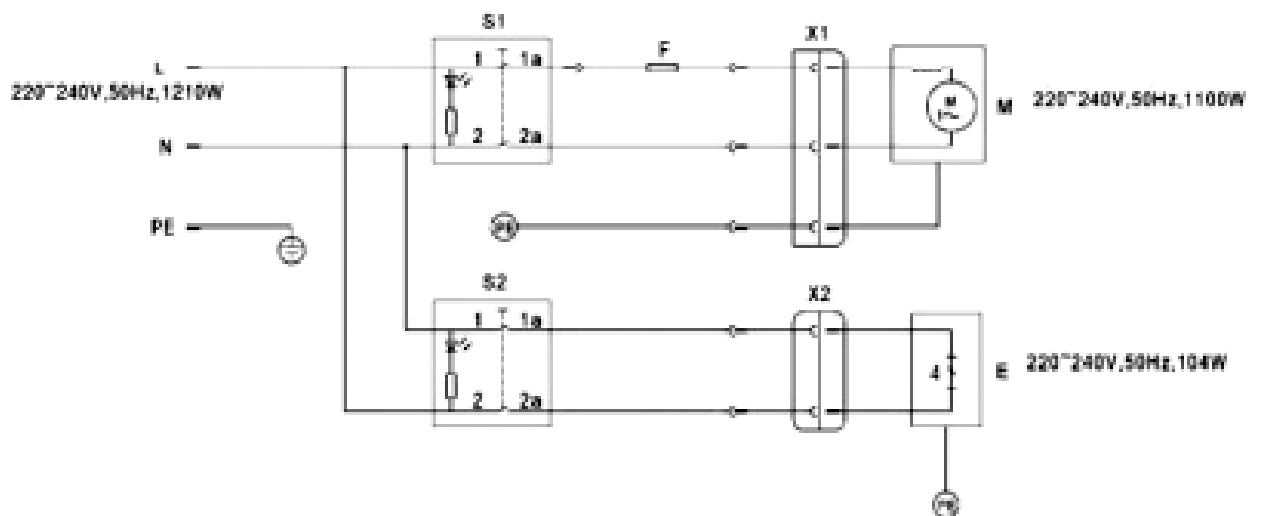

Рис.11. Электрическая схема.
17. Подключите электропитание согласно электрической схеме Рис. 11